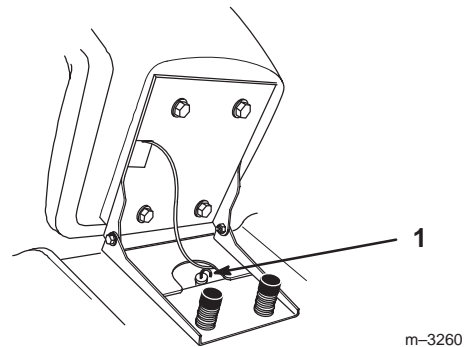

Bild 50
4. Reinigen Sie den Bereich um den Ölpeilstab (Antriebsachse) herum (Bild 50), damit kein Schmutz in den Einfüllstutzen gelangen und so die Antriebsachse beschädigen kann.
5. Ziehen Sie den Ölpeilstab aus der Antriebsachse und wischen das Metallende ab (Bild 50).
6. Schrauben Sie den Ölpeilstab vollständig in das Einfüllrohr (Bild 50).
1. Gießen Sie die angegebene Ölmenge langsam in das Einfüllrohr (Bild 50) ein.